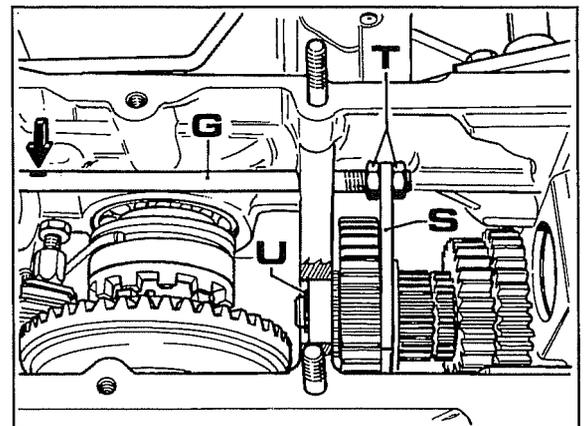

Abb. 15
3. Die Stange **G** zur Steuerung der Gabel der Zapfwelle an der Stelle markieren, die durch den Pfeil in Abb. 15 gekennzeichnet ist. Dieser Vorgang ist erforderlich, damit die Stange während des Wiedereinbaus die gleiche Position in der Drehrichtung beibehält.
4. Die Gabel **S** Abb. 15 zur Wahl der Zapfwelle mit den Muttern **T** lockern und die von der Stange trennen.
5. Den Seegerring **U** Abb. 15, der das Lager blockiert, entfernen.
- Beim Wiedereinbau der Gabel **S** von Abb. 15 nicht vergessen, die Stange **G** mit der Markierung in die ursprüngliche Position zu drehen (Punkt, der in der Abb. 15 durch den Pfeil gekennzeichnet ist). Die Gabel einbauen und in der Position einstellen, in der die Spiele gleichmäßig auf die Einrückung der beiden Geschwindigkeiten verteilt werden. Außerdem sicherstellen, daß in der neutralen Stellung keine Reibung vorliegt, um die Gabel dann mit den zwei Muttern gleichzeitig zu blockieren, um die Position der Stange im Bezug zur Markierung nicht mehr zu verändern.